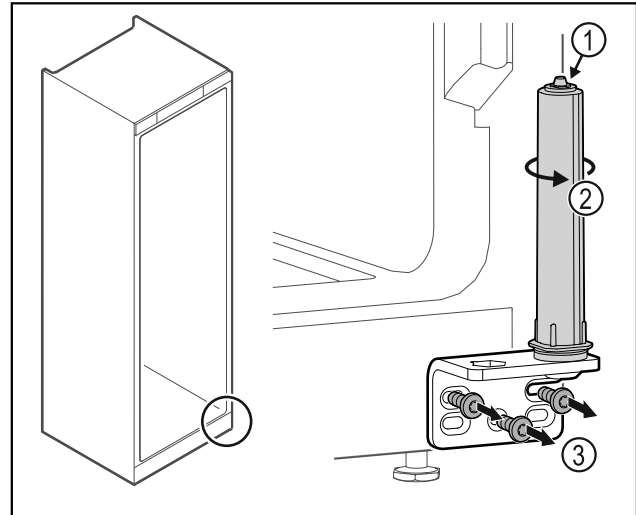

Fig. 43
- ▶ Türschließsystem Fig. 43 (1) nicht zerlegen.
- ▶ Schließsystem Fig. 43 (2) drehen, bis es klickt.
- ▶ Scharnierwinkel Fig. 43 (3) abschrauben.